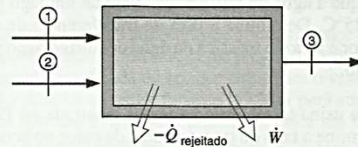

FIGURA P6.49
6.49 Dois escoamentos permanentes de ar entram num volume de controle, conforme mostrado na Fig. P6.49. Um escoamento é de 0,025 kg/s a 350 kPa e 150°C, estado 1, e o outro entra a 350 kPa e 15°C; ambos estão escoando com baixa velocidade. Um único escoamento de ar sai a 100 kPa e -40°C, estado 3, através de um tubo com 25 mm de diâmetro. O volume de controle rejeita calor para o meio ambiente a uma taxa de 1,2 kW e produz 4,5 kW de potência. Determine a vazão de ar de entrada no estado 2.